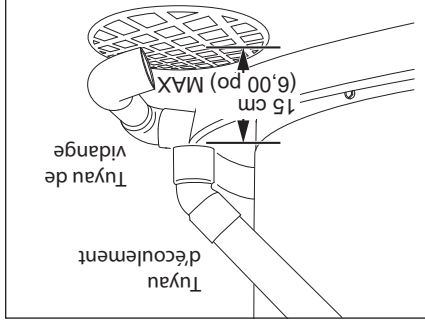

Figure 14 - Le tuyau d'écoulement de la soupape DST doit déboucher à un maximum de 15 cm (6 po) au-dessus d'un siphon de sol ou à l'extérieur.
- 4** Ne placer aucun robinet ou autre restriction entre la cuve et la soupape DST. Ne pas fermer, obstruer, poser un bouchon ou insérer un robinet entre la soupape DST et l'extrémité du tuyau d'écoulement. Ne pas insérer ni poser de réducteur dans le tuyau d'écoulement (Figure 14).